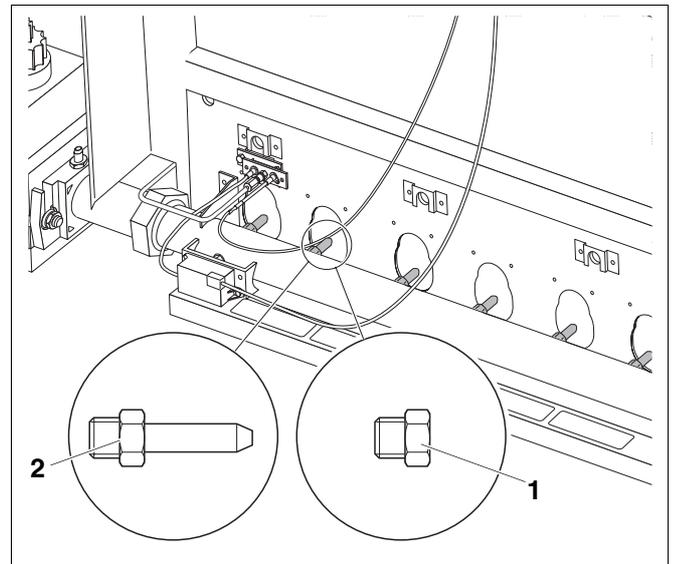

Fig. 6 Controllare gli ugelli del gas principale
- Controllare, se il contrassegno degli ugelli principali del gas (fig. 6) corrisponde a quanto riportato nella tab. 12, eventualmente eseguire la conversione ad un altro tipo di gas (vedere "Adattare la caldaia ad un altro tipo di gas", pag. 51).